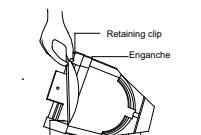

Figura 3
- 3.Sujete la lente por el borde, y posiciónela con el lado convexo hacia atrás. Figura 3)